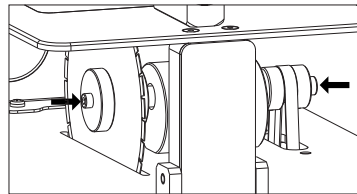

Fig. 06
- ▶ Com duas chaves Allen em formato "L", trave o eixo do disco de corte no parafuso do lado direito (fig. 06) e ao mesmo tempo solte o parafuso do lado esquerdo, abaixo da plataforma (fig. 06);